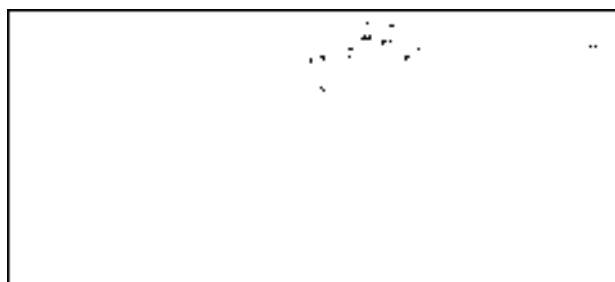

图 14-102 绘制雨水管
22) 绘制雨水管。调用“直线”命令，绘制直线；调用“圆形”命令，绘制半径为 50mm 的圆形，结果如图 14-102 所示。